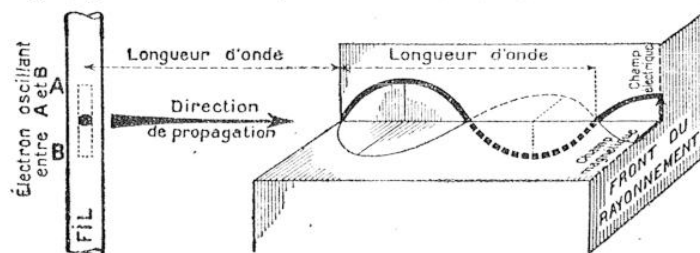

FIG. 14. — UN ÉLECTRON OSCILLANT ÉMET UN RAYONNEMENT HERTZIEN
Notre figure 14 fait comprendre en quoi ce rayonnement consiste. Dans un fil, qui sera, si l'on veut, une portion d'antenne émettrice ou un bout du primaire d'un transformateur, considérons l'oscillation d'un électron entre ses deux positions extrêmes *A* et *B*. S'il s'agit d'un transformateur alimenté par le secteur (fréquence : 50 cycles), l'électron oscillera à raison de 50 vibrations par seconde ; chaque trajet *A B A* durera un cinquantième de seconde. Pendant un cinquantième de seconde, le rayonnement aura franchi une distance qu'on nomme *longueur d'onde* : la longueur d'onde d'un rayonnement électromagnétique est le chemin parcouru par celui-ci pendant le temps où l'électron émetteur effectue une oscillation complète (1).
La droite de la figure 14 représente, à un instant donné, les valeurs des champs magnétique et électrique, toujours *égaux*, qui se propagent de la gauche vers la droite, à raison de 300.000 kilomètres par seconde. *A l'instant considéré*, les deux champs sont nuls à une longueur d'onde de l'électron ;
Remarquons aussi (fig. 14) que les maximums des deux champs décroissent au fur et à mesure qu'on s'éloigne de l'électron émetteur.
Branchons-nous, maintenant (fig. 16), sur un réseau de distribution à courant alternatif : nous savons que les électrons du primaire vont se mettre à osciller, sur place, à la fréquence de 50 cycles. D'après ce que nous avons vu (fig. 14), il va y avoir propagation, dans l'espace environnant, d'un champ électromagnétique (2), qui atteindra les électrons libres, présents dans la masse métallique du secondaire. Avant que le champ électromagnétique n'y parvienne (avant qu'on ferme le circuit primaire), ces électrons se trouvaient dans un état d'agitation désordonnée et parfaite-
En haut : les transformateurs ne fonctionnent pas en courant continu, car l'écoulement des électrons n'est pas accompagné de transport d'énergie à distance. Au centre : en courant alternatif, les oscillations électroniques du primaire émettent un champ électromagnétique (voir, pour les détails, la figure 14) qui, en atteignant les électrons du secondaire, les font osciller, d'où naissance d'un courant alternatif de même fréquence. En bas : l'ensemble antenne émettrice-cadre récepteur est tout à fait analogue à l'ensemble primaire-secondaire d'un transformateur.
(1) La longueur d'onde correspondante (fig. 14) est environ 1.500 mètres.
(2) Sans revenir sur les *fours à induction* (voir p. 268.)